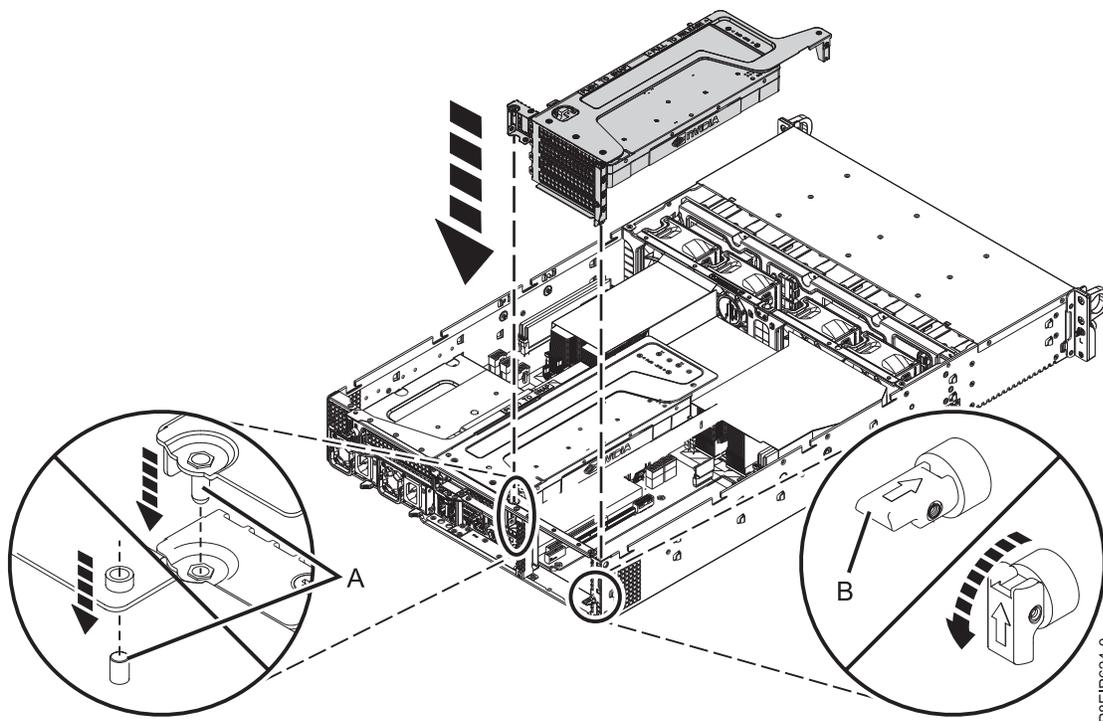

Figura 65. Inserindo o riser do adaptador PCIe
- j. Insira o riser PCIe conforme mostrado na Figura 65 na página 91.
- 1) Retraia o pino de retenção (B) de modo que a seta aponte para o sistema.
- 2) Insira o riser, usando os slots e os pinos de alinhamento (A) para inserir adequadamente o riser. Empurre o riser firmemente no painel traseiro do sistema.
- 3) Coloque o pino de retenção (B) para prender o riser.